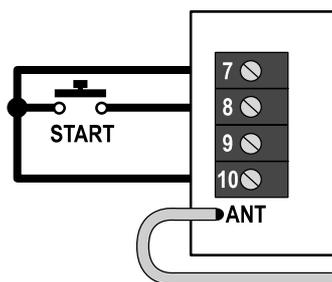

Fig.2
1. Taste wie in Abbildung 2 aufgeführt anschließen
2. Eine Taste N.A. wie in Abbildung 2 anschließen